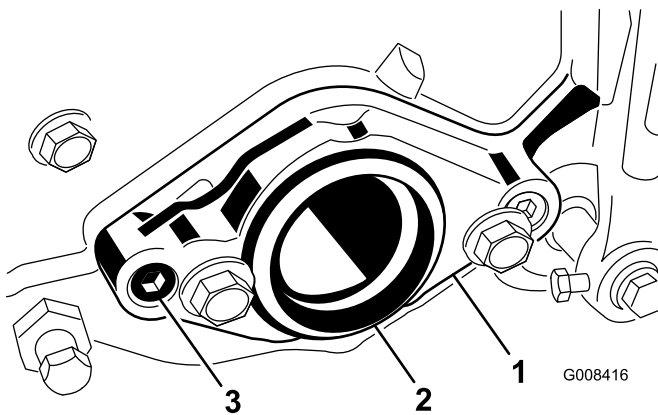

Bild 14
B. Nehmen Sie rechts am Mähwerk den Plastikstöpsel vom Lagergehäuse ab (Bild 14).
C. Nehmen Sie die beiden Inbusschrauben ab, mit denen die Motorbefestigung rechts am Mähwerk befestigt ist. Nehmen Sie die Motorbefestigung ab (Bild 14).